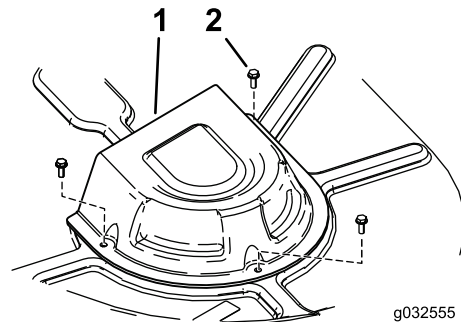

Figura 56
4. Retire las cubiertas de las poleas (Figura 56).